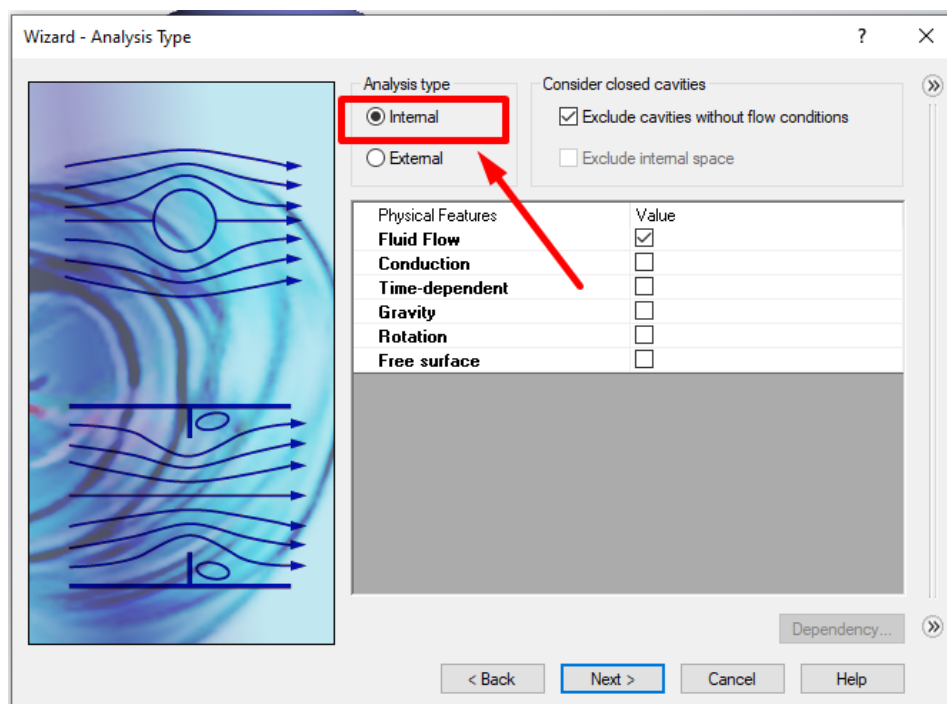

Рисунок 10.4 – Вибір типу аналізу потоку
4. Залиште тип аналізу за замовчуванням – **Internal** (Внутрішній) (рис. 10.4). Не активуйте жодні фізичні елементи (**Physical Features**). Буде проведено аналіз потоку крізь модель, що називається внутрішнім аналізом (**Internal analysis**). Альтернативний тип аналізу – **External** (Зовнішній), коли потік рухається навколо моделі.